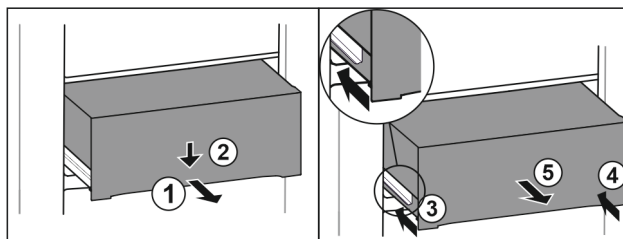

Fig. 104
- ▶ Вытяните выдвижной ящик наполовину. *Fig. 104 (1)*
- ▶ Вдавите выдвижной ящик в передней части вниз. Fig. 104 (2)
- ▶ Задвиньте левую направляющую прим. на 2 см. Fig. 104 (3)
- ▶ Задвиньте правую направляющую прим. на 2 см. Fig. 104 (4)
- ▶ Извлеките выдвижной ящик движением вперед. Fig. 104 (5)